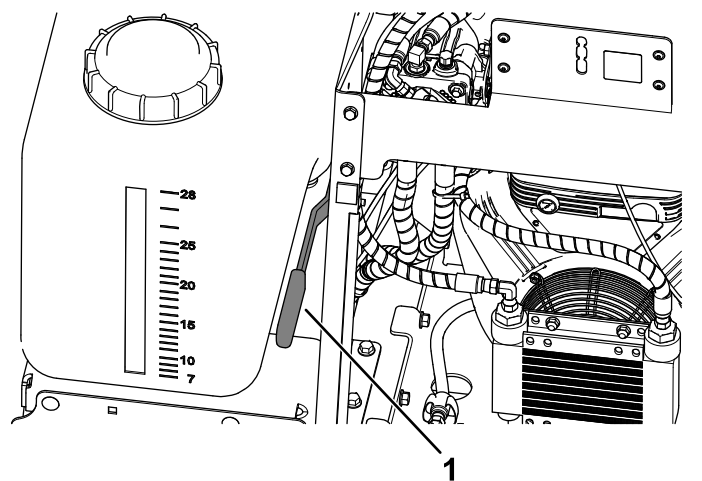

Figura 8
- Para poner el freno de estacionamiento (Figura 8), presione hacia abajo la palanca del freno de estacionamiento.